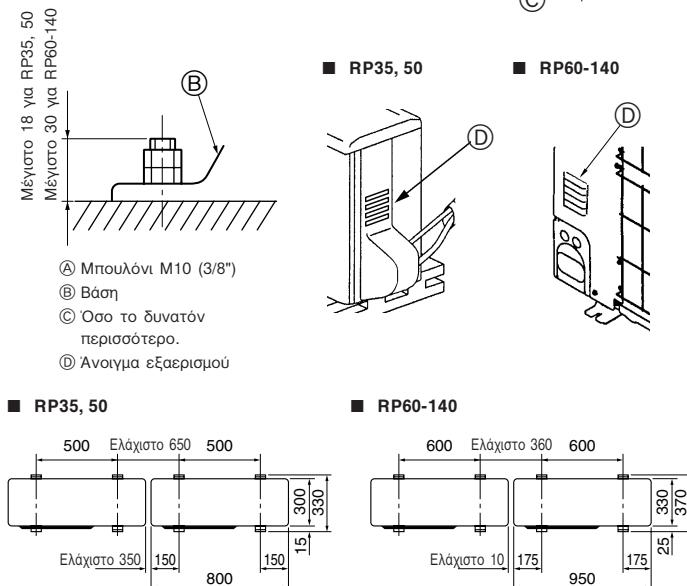

Fig. 3-1
- * Η μονάδα πρέπει να τοποθετηθεί σε σταθερή και επίπεδη επιφάνεια για την αποφυγή θρύψων κατά τη λειτουργία. (Fig. 3-1)